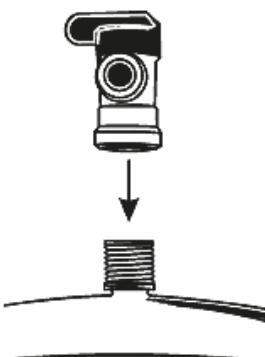

Рис. 10
2. Подсоедините шаровой кран бака к вершине накопительного бака (см. **рис. 10**). Во избежание повреждений крана не прилагайте больших усилий при его установке. Используйте гаечный или разводной ключ.